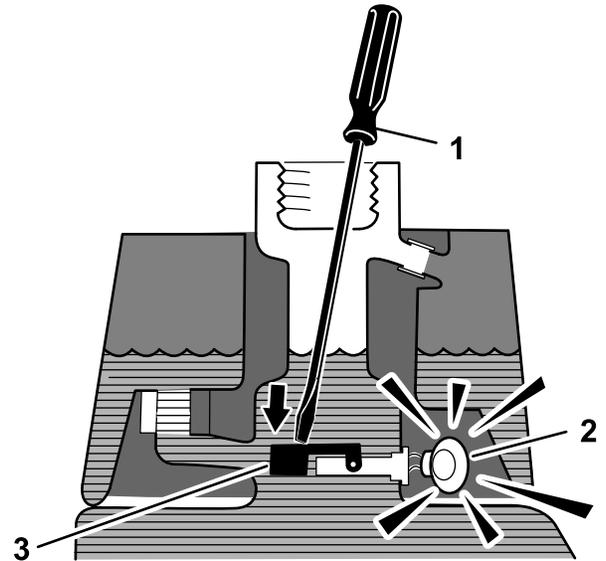

Figura 16
- Insira uma barra ou uma chave de parafusos limpa no bocal do depósito e empurre com cuidado o comutador (Figura 16) para baixo. O alarme deverá ser ativado ao fim do período de desfasamento de um segundo.